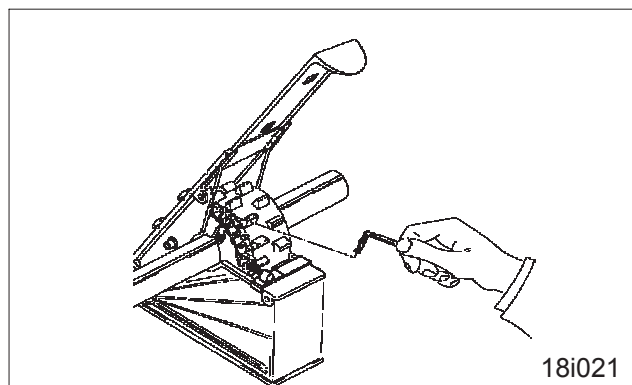

Fig. 18.28
- Fixer les anciennes roues de jalonage (Fig. 18.28) sur l'arbre de distribution. Pour ce faire, il faut visser la tige filetée à l'intérieur de la roue de distribution de précision jusqu'à ce que la roue de distribution soit entraînée avec un léger jeu primitif par l'arbre de distribution. Des tiges filetées trop serrées voilent les roues de distribution.